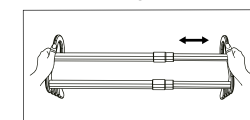

Fig. 6
KROK 6: rozsuń lub zsłoń suszarkę do żądanej długości, ciągnąc lub pchając obie końcówki. Zob. 'Fig. 6'.
STEP 6: Expand or retract the airer to the desired length by pulling or pushing both end pieces. See 'Fig. 6'.
ÉTAPE 6 : déployez ou rétractez le séchoir à la longueur désirée en tirant ou en poussant les deux pièces d'extrémité. Voir 'Fig. 6'.
STAP 6: Schuif het droogrek in of uit tot de gewenste lengte door aan beide uiteinden te trekken of ertegen te duwen. Zie 'Fig. 6'.
SCHRITT 6: Fahren Sie den Wäschetrockner durch Ziehen oder Schieben beider Endstücke auf die gewünschte Länge aus oder ein. Siehe 'Fig. 6'.
PASO 6: Extienda o retraiga el tendedero tirando o empujando de las dos piezas de los extremos para establecer la longitud deseada. Consulte la 'Fig. 6'.